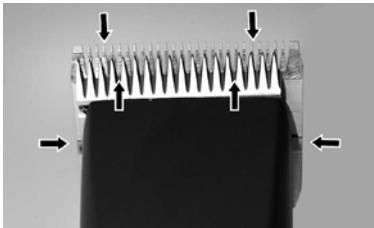

Fig. 22
For å oppnå gode klippemaskinesultater og for å øke levetiden til klippe-maskinen og klippehodet, må du påføre et tynt lag md olje mellom det øvre og nedre bladet (Fig. 22).
- ▶ Smør bladene tilstrekkelig under klippingen (minst hvert 15. minutt), slik at de ikke går tørre (Fig. 22).
Bladene må oljes før, under og etter hver gang de brukes. Når bladene på klippemaskinen etterlater stripe eller går med redusert hastighet, er dette et tegn på at olje kreves. Påfør noen dråper olje foran på sidene av klippebladene (se pilene i Fig. 22). Tørk av overflødig olje med en tørr klut. Smøresprayer har ikke nok olje til å opprettholde god smøring, men hjelper til med å kjøle ned bladene. Skadde eller sløve blader må straks skiftes ut for å unngå skader.